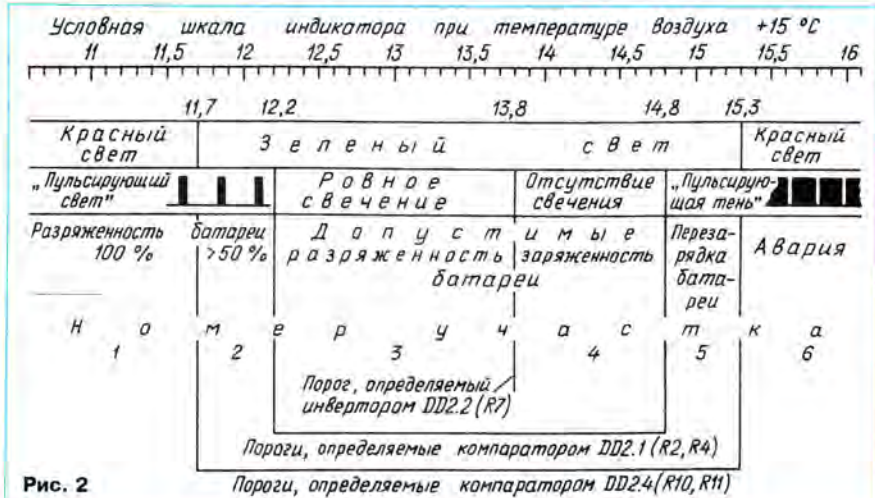

Рис. 2
Еще удобнее в устройстве использовать микросхему K561ТЛ1 (либо 564ТЛ1), состоящую из четырех готовых триггеров Шмитта. Из них требуется только два. В этом случае резисторы R5 и R9 надо будет замкнуть, R6 и R10 — исключить вовсе, а R3 и R4 — поменять местами. Фрагмент схемы со всеми необходимыми изменениями показан на рис. 2.
**От редакции.** Представленный в статье рис. 2 дает радиолюбителю полное представление о характере работы индикатора, уровнях переключения, степенях заряженности аккумуляторной батареи и т.п., но пользователю индикатора для ускорения освоения прибора больше подойдет упрощенная диаграмма: